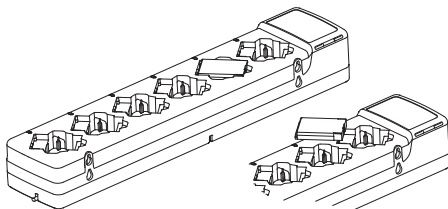

図 2: 単体のバッテリーの充電
4. 単体のバッテリーを充電するには、以下のようにしてバッテリーを充電器ポケットに挿入します（図 2 を参照）：